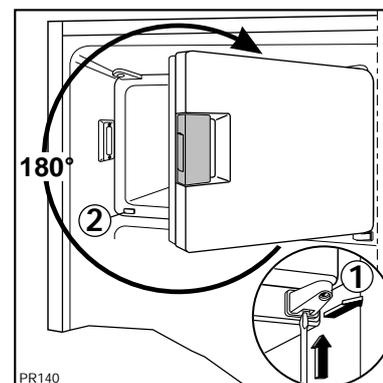

Fig. 10
Utilisez un tournevis pour décrocher le support (1), en appuyant sur le ressort à l'intérieur (Fig. 10), puis pour l'extraire de son logement, en même temps que la porte; enlevez le cache (2) et mettez-le de l'autre